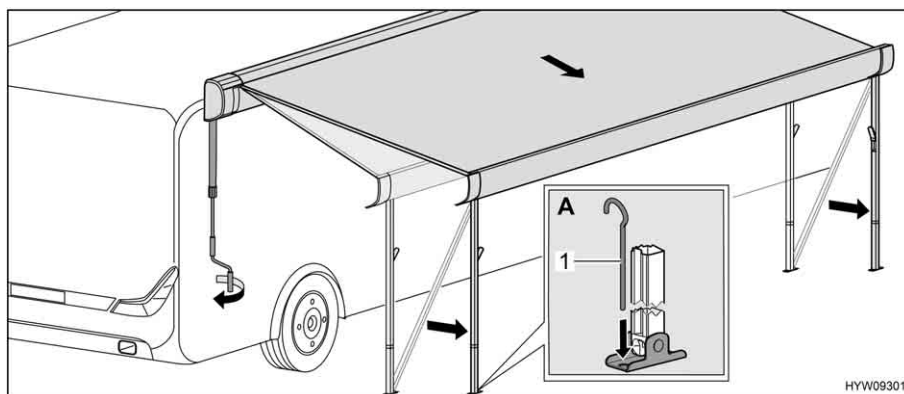

Fig. 26 Collocazione della tenda nella posizione finale
- Servendosi di puntelli (Fig. 26,1), fissare a terra i montanti di supporto (Fig. 26,A).